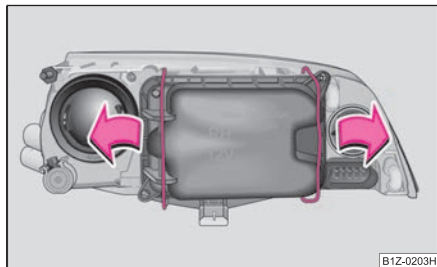

Fig. 230 Demontarea capacului luminii de poziție și de întâlnire
- Apăsați mânerul de sârmă în sensul săgeții, într-o parte și demontați capacul ⇒ fig. 230.